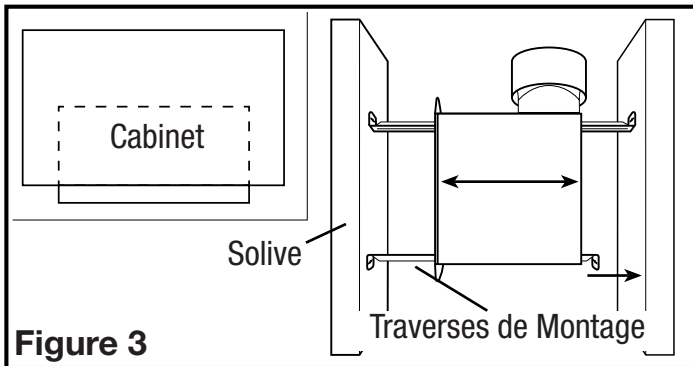
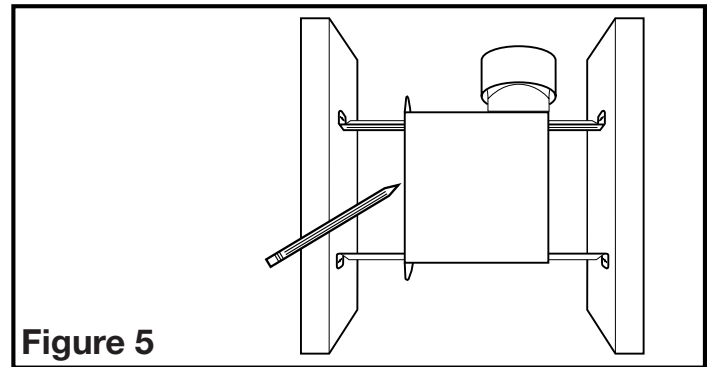

Figure 3
Figure 5
1. **Installation des Traverses de Montage :** installer les traverses sur le châssis et positionner le châssis près de la solive. En utilisant le guide sur le châssis du ventilateur, aligner le châssis pour qu'il soit à effleurement avec le plafond fini. Fixer les extrémités des traverses avec des clous ou des vis (non-comprisés) aux solives et glisser le châssis à sa position finale (**Figure 3**).
1. **Installation des Traverses de Montage :** placer le châssis en position entre les solives et tracer un contour sur le matériau du plafond (**Figure 5**). Mettre le châssis de côté et découper l'ouverture, en prenant soin de ne pas couper ou endommager des câbles électriques dissimulés ou autres utilités. Installer les traverses sur le châssis et positionner le châssis dans le trou percé précédemment afin qu'il soit à effleurement avec le plafond fini. Fixer les extrémités des traverses aux solives (**Figure 3**).
1. Raccorder le conduit au collet de conduit du ventilateur (**Figure 5**). Fixer en place à l'aide de ruban ou de serre-joint. Toujours évacuer le ventilateur vers l'extérieur au travers de chapeau mural ou de toit.